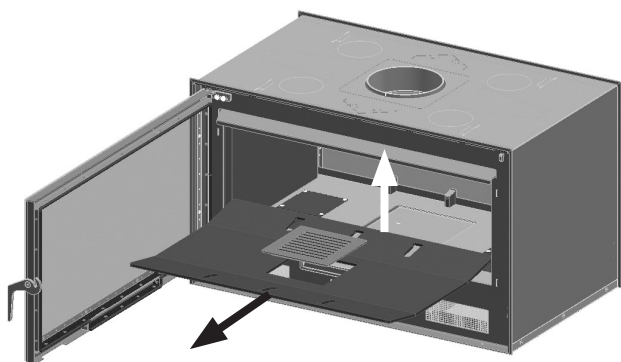

FIG. 9
1. Retirar del aparato la parrilla de hierro fundido y el fondo. **Prestar atención a las piezas de vermiculita, pueden romperse. (Fig. 9)**